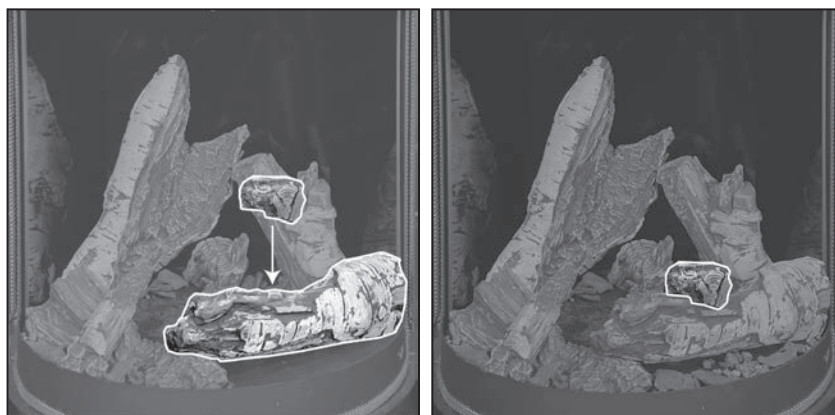

Figure 99: Étape 8 - La bûche 8
Étape 7: La bûche 8 devrait bien s'encocher sur la bûche 7. Voir la Figure 99.